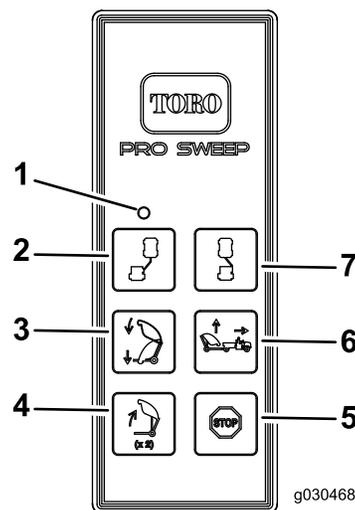

Figura 27
2. Pressione o botão de descarga da tremonha durante um segundo, liberte o botão durante um segundo e pressione novamente o botão de descarga da tremonha (Figura 27).